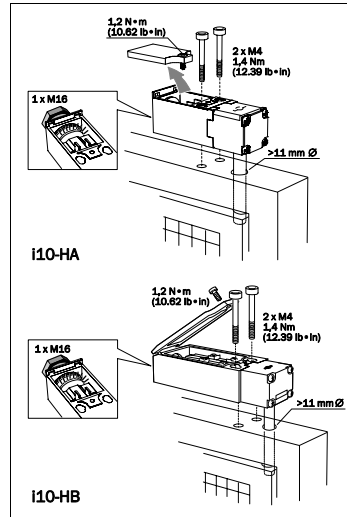

Abb. 1: Montage Sicherheitsschalter
- die Sicherheitsschalter mit 2 Schrauben M4 montiert und die Schrauben mit 1,4 Nm angezogen werden (siehe Abb. 1).